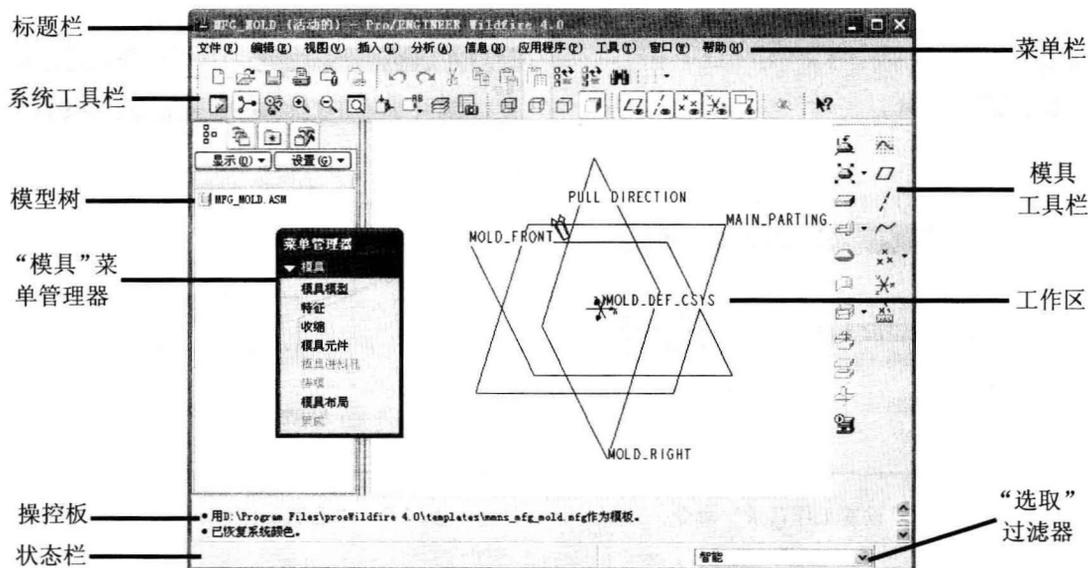

图 1-10 模具的设计环境
Step 01 新建模具文件后将进入模具的设计环境，如图 1-10 所示。模具的设计环境由标题栏、菜单栏、系统工具栏、模具工具栏、“模具”菜单管理器、模型树、工作区、操控板、状态栏和“选取”过滤器组成。